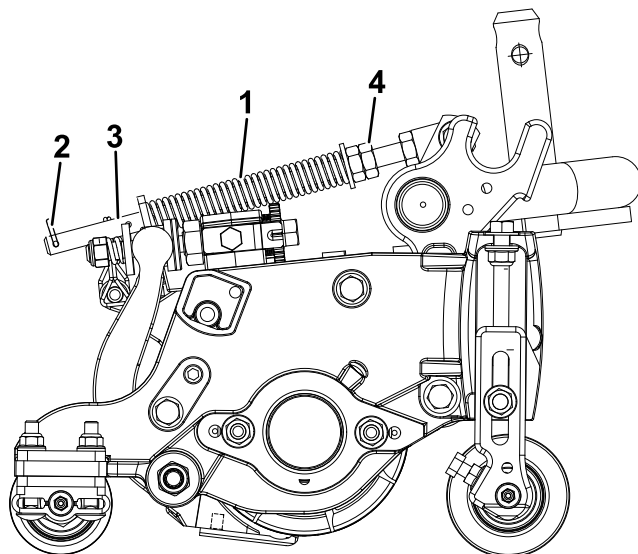

Figura 14
La molla di compensazione del manto erboso (Figura 14) trasferisce il peso dal cilindro anteriore al cilindro posteriore, per contribuire a ridurre l'ondulazione del manto erboso, detta anche fluttuazione o bobbing.
6. Verificate che la coppiglia sia montata nel foro posteriore dell'asta della molla (Figura 14).
7. Serrate i dadi esagonali sull'estremità anteriore dell'asta della molla, finché la lunghezza compressa della molla (Figura 14) non è pari a 12,7 cm per gli apparati di taglio da 12,7 cm e 15,8 cm per gli apparati di taglio da 17,8 cm.